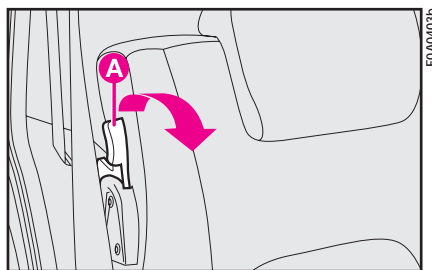

рис. 59b
- потяните рычаг **A** (рис. 59b) и опустите спинку сиденья на подушку;